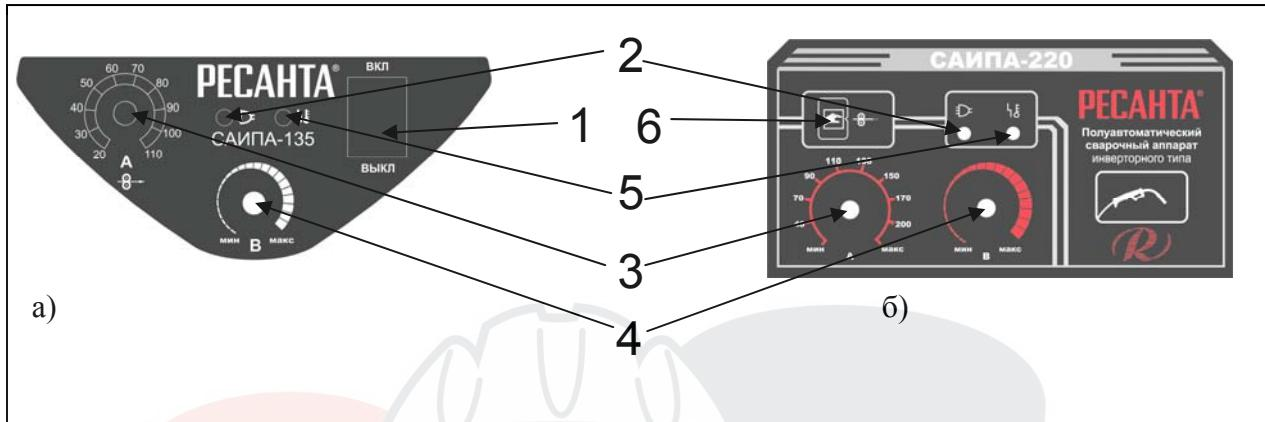

рис. 1
**Сила сварочного тока (рис.1, поз.3).** С увеличением силы сварочного тока повышается глубина провара, что приводит к увеличению доли основного металла в шве. Ширина шва сначала несколько увеличивается, а затем уменьшается. Силу сварочного тока устанавливают в зависимости от выбранного диаметра электрода.
**Скорость подачи электродной проволоки (рис.1, поз.3)** связана с силой сварочного тока и регулируется одновременно с ним. Ее устанавливают с таким расчетом, чтобы в процессе сварки не происходило коротких замыканий и обрывов дуги.
**Напряжение дуги (рис.1, поз.4).** С увеличением напряжение дуги глубина провара уменьшается, а ширина шва увеличивается. Чрезмерное увеличение напряжения дуги сопровождается повышенным разбрызгиванием жидкого металла, ухудшением газовой защиты и образованием пор в наплавленном металле. Напряжение дуги устанавливается в зависимости от выбранной силы сварочного тока.
7. Включить аппарат выключателем на передней панели (рис. 1, поз. 1). загорится индикатор «Сеть» (рис. 1, поз. 2).
8. Установить регулятор подачи сварочного тока (рис. 1, поз. 3) в необходимое положение на моделях САИПА-135/165.
9. Кратковременными нажатиями на кнопку сварочного пистолета добиться протягивания проволоки через механизм подачи на моделях САИПА-135/165. В моделях САИПА-200/220 кратковременными нажатиями на кнопку протяжки сварочной проволоки (рис.1, поз.6) добиться протягивания проволоки через механизм подачи.
10. Выключить аппарат выключателем на передней панели (рис. 1, поз. 1).
13. Включить аппарат выключателем на передней панели (рис. 1, поз. 1). загорится индикатор «Сеть» (рис. 1, поз. 2).
14. Регулятором сварочного тока (рис. 1, поз. 3) установить необходимое значение.
16. Выключить аппарат выключателем на передней панели (рис. 1, поз. 1).